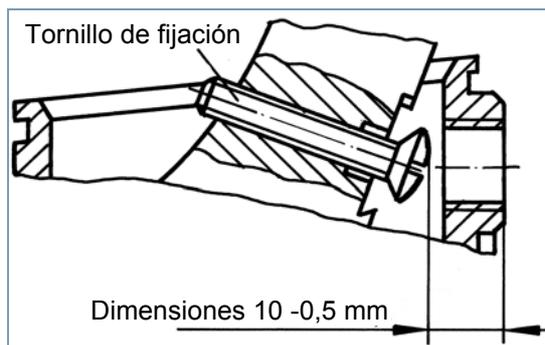

Fig. 5 Posición del tornillo de fijación / dimensiones
– Ajustar el tornillo de fijación (dimensiones ver fig. 5) y asegurarlo con adhesivos para roscas (baja fuerza de pegado).